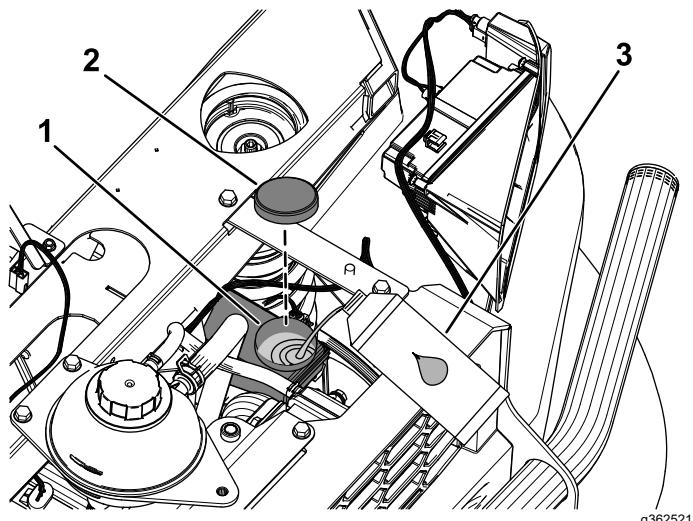

Figure 109
- A. Nettoyez la surface autour du bouchon du réservoir et enlevez le bouchon (Figure 109).
- C. Remettez le bouchon du réservoir (Figure 109).
4. Soulevez le capot pour accéder au maître-cylindre de frein et au réservoir (Figure 109).